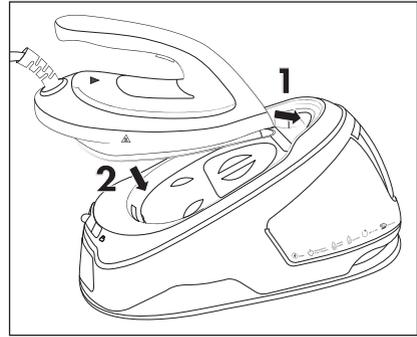

Fig. 7
- 3) Coloque la plancha de vapor **1** en la base de apoyo **17** introduciendo primero la punta de la suela **4** en la abertura delantera del borde de la base **17**. A continuación, pose el aparato sobre la base de apoyo **17** (consulte la fig. 7).